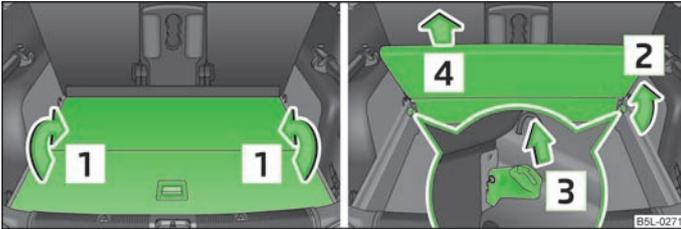

Abb. 60 Gepäckraum: Variablen Ladeboden zusammenklappen / herausnehmen
- › Durch Bewegungen in Pfeilrichtung **1** » Abb. 60 den Ladeboden zusammenklappen.